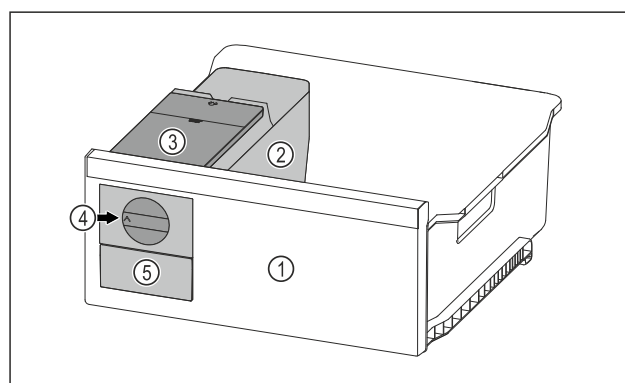

Fig. 70 Примерное изображение
- Поверните поворотную кнопку Fig. 70 (4) по часовой стрелке до упора.
- ▷ Кубики льда упадут из ванночки для кубиков льда в выдвижной ящик для кубиков льда Fig. 70 (5). Если не все кубики льда извлекаются из ванночки для кубиков льда: